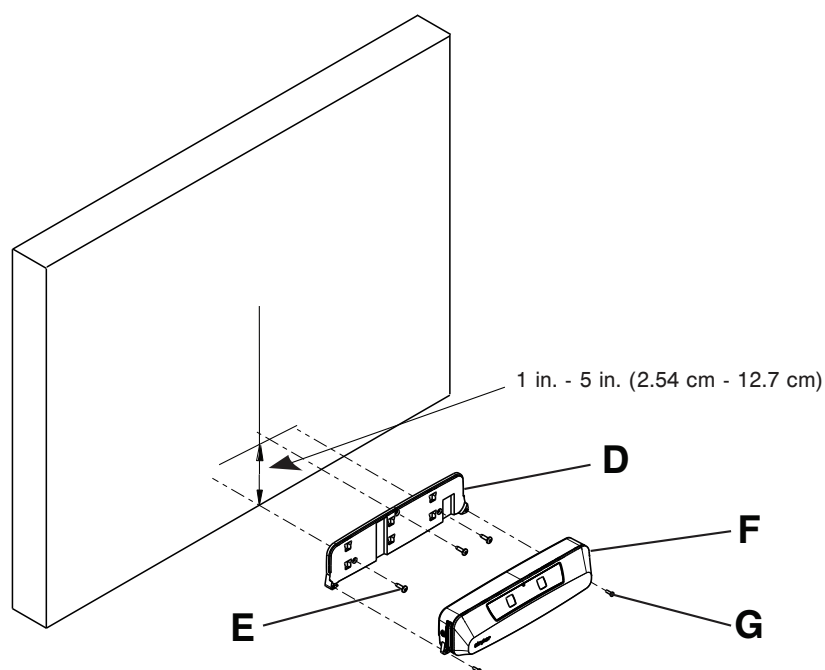

Figure 2 – Caractéristiques techniques de montage
3. À l'aide d'un tournevis cruciforme n° 2, retirer les deux vis (G) qui permettent de fixer le Secure Connect (F) à la plaque de montage (D) (Figure 2). Conserver les deux vis.
2. À l'aide d'un tournevis cruciforme n° 1, retirer les deux vis (G) qui permettent de fixer le Secure Connect (F) à la plaque de montage (D) (Figure 2). Conserver les deux vis.